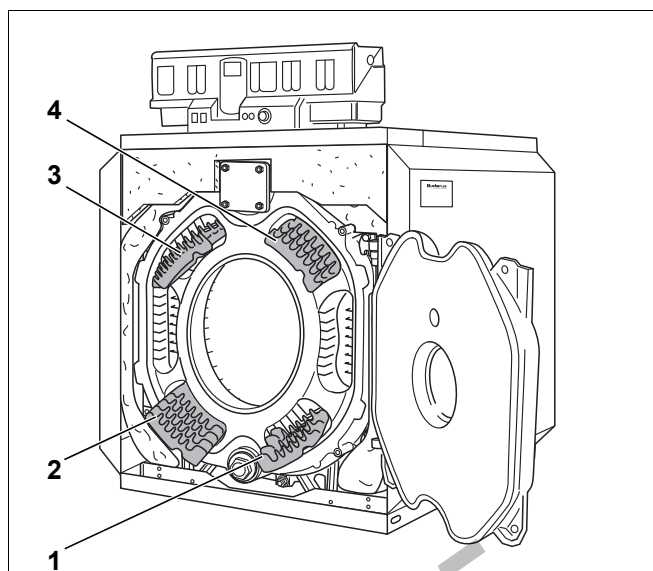

Рис. 51 Удаление направляющих пластин дымовых газов
- ▶ Выньте вперёд направляющие пластины дымовых газов из газоходов рис. 51, [1] - [4]).